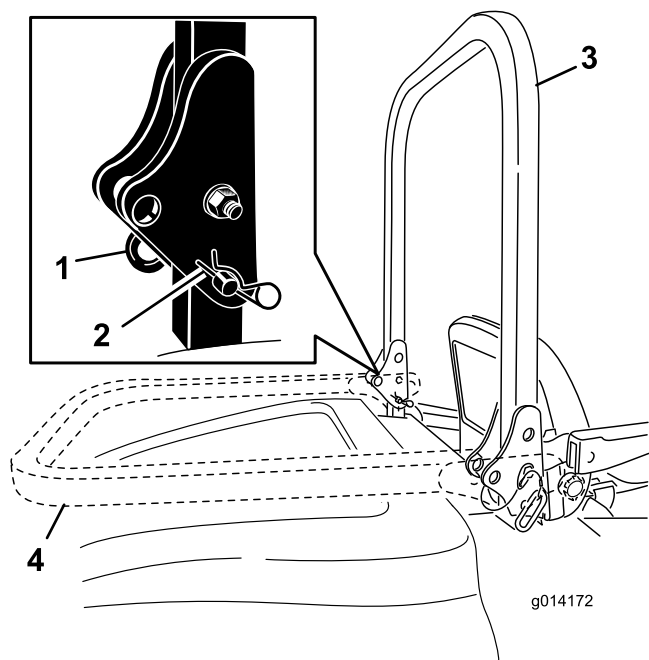

Figura 12
1. Per abbassare il roll bar, togliete le coppiglie, spingete in avanti il roll bar contro le molle e togliete le due spine (Figura 12).
2. Abbassate il roll bar (Figura 12).
3. Montate le due spine e fissatele con le spine delle coppiglie (Figura 12).
4. Per alzare il roll bar togliete le spine delle coppiglie e le due spine (Figura 12).
5. Alzate completamente il roll bar e montate le due spine, quindi fissatele con le spine delle coppiglie (Figura 12).